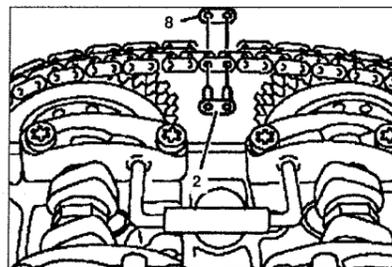

Рис. 2.20. Вставьте новое соединительное звено **2 с новой промежуточной пластиной **8**.**
10. Установите цепь на шкивы распределительных валов и вставьте новое соединительное звено **2** с новой промежуточной пластиной **8** (см.рис.2.20).